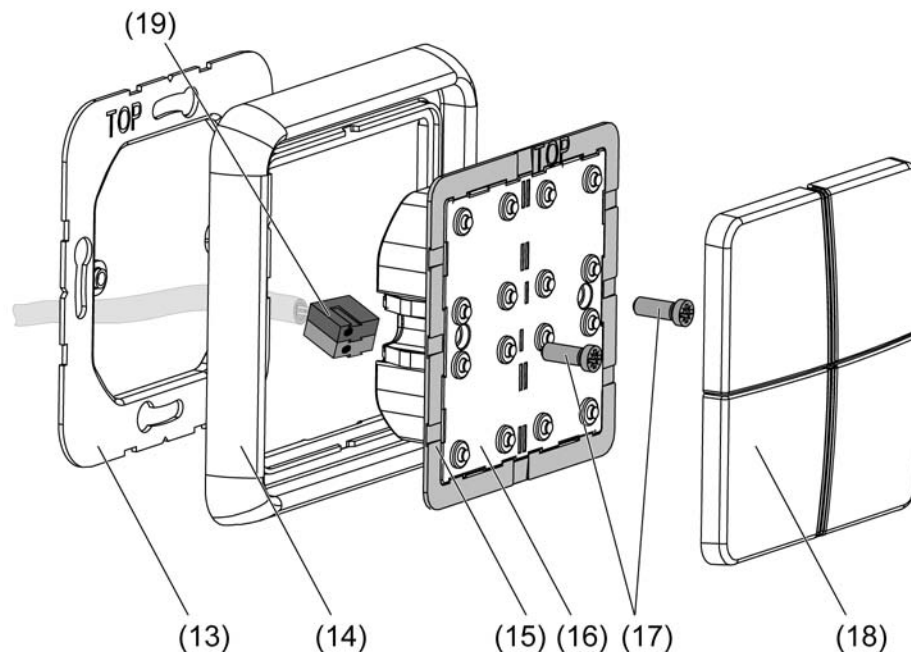

Bild 5: Montage des Tastsensor-Grundmoduls
- Adapterrahmen (15) lagerichtig von vorn auf das Tastsensor-Modul (16) aufrasten (siehe Bild 5). Kennzeichnung **TOP** = oben/vorne beachten.